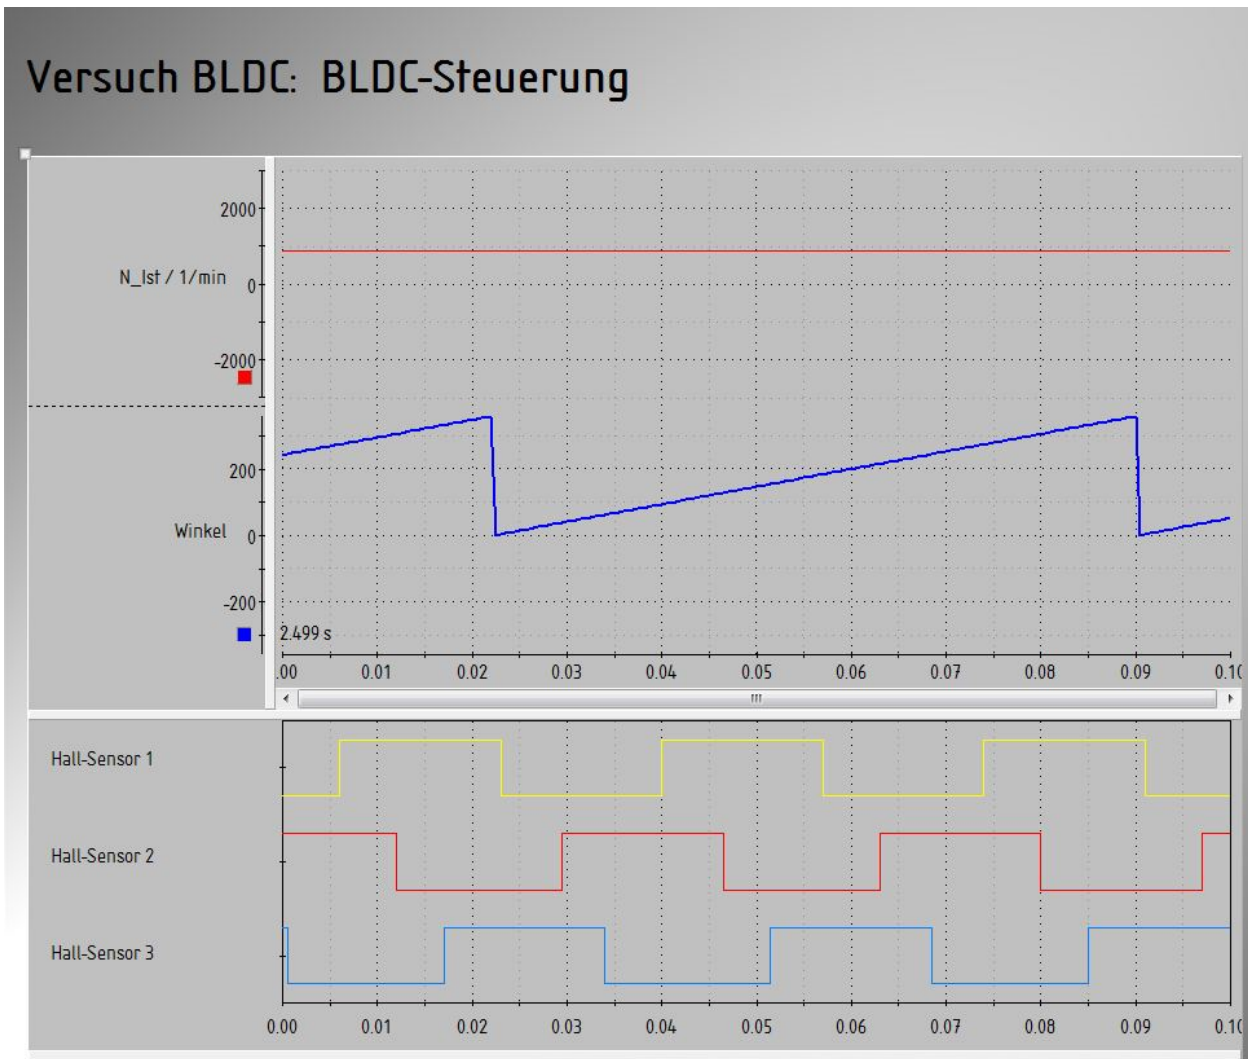

Abbildung 4.1: Aufgenommene Hallsensorsignale
a) Im Bereich eines kompletten Phasendurchlaufes, wie die blaue obere Kurve in in Abb. 4.1 zeigt, finden zwei Perioden des Hallsensorsignals statt, dadurch ergibt sich eine Polpaarzahl von zwei. Dies wird durch die Formel 3.1 bestätigt.